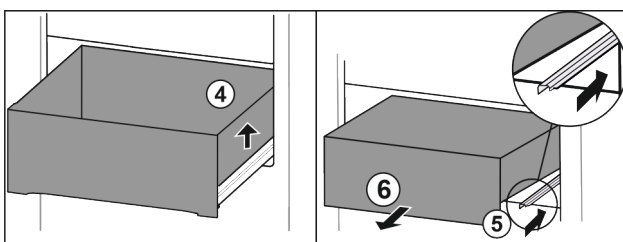

Fig. 75
- ▶ Приподнимите выдвижной ящик справа. Fig. 75 (4)
- ▶ Вставьте правую направляющую. Fig. 75 (5)
- ▶ Извлеките выдвижной ящик движением вперед. Fig. 75 (6)